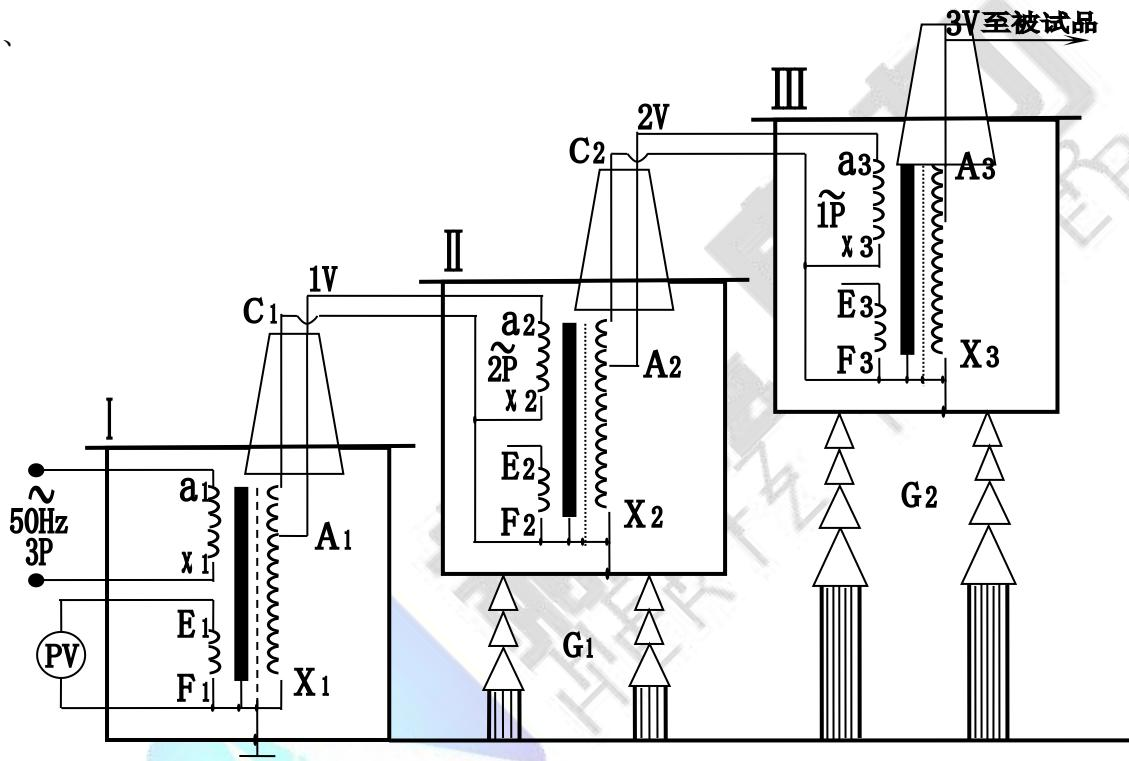

图 5：三台工频耐压试验装置串级接线原理图
3、三台工频耐压试验装置串级获得更高电压的接线原理见图 5。串级工频耐压试验装置有很大的优越性，因为整个试验装置由几台单台工频耐压试验装置组成，单台工频耐压试验装置容量小、电压低、重量轻，便于运输和安装。它既然可串接成高出几倍的单台工频耐压试验装置输出电压组合使用，又可分开成几套单台工频耐压试验装置单独使用。整套装置投资小，经济实惠。
图 5 中，在第一级和第二级的每个单元工频耐压试验装置中都有一个励磁绕组 A1、C1 和 A2、C2。在三台串级工频耐压试验装置基本原理中，低压电源加在工频耐压试验装置 I 的初级绕组 a_1x_1 上，单台工频耐压试验装置 I、II、III 的输出电压都是 V。励磁绕组 A1、C1 给第二级工频耐压试验装置 II 的初级绕组供电；第二级工频耐压试验装置 II 的励磁绕组 A2、C2 给第三级工频耐压试验装置 III 的初级绕组供电。第二级工频耐压试验装置 II 和第三级工频耐压试验装置 III 的箱体分别处在对地为 1V 和 2V 的高电位上，所以箱体对地是绝缘的，工频耐压试验装置 I 的箱体是接地的。这样第一级、第二级、第三级工频耐压试验装置对地的额定输出电压分别为 1V、2V、3V；其额定容量分别为 3P、2P、1P。